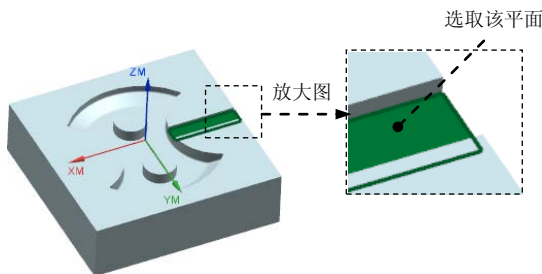

图 21.32 指定底面
Step2. 在模型上选取图 21.32 所示的模型底部平面, 在 偏置 区域 距离 文本框中输入值 0, 单击  按钮, 完成底面的指定。